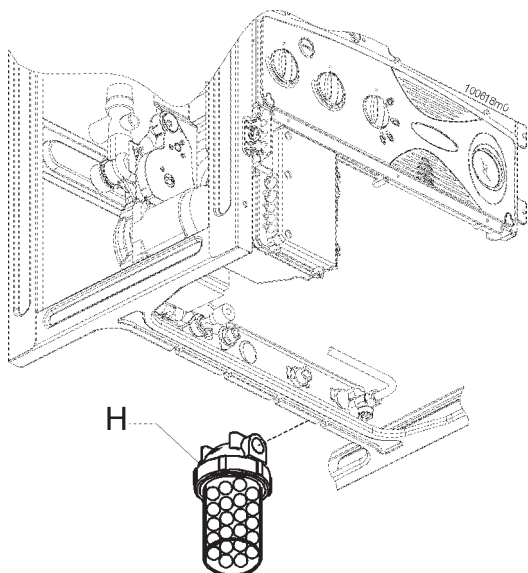

Figura 12 - Decalcificatore a polifosfati
**ATTENZIONE !!! Se la durezza dell'acqua è superiore ai 15°F consigliamo di installare un addolcitore con filtri (vedi figura 12)**
Se la caldaia è installata in una zona geografica ove l'acqua sanitaria ha una durezza superiore ai 15°F (150 mg/l) è necessario installare sull'alimentazione dell'acqua fredda (vedi figura 12 particolare H), un decalcificatore a polifosfati, onde salvaguardare l'apparecchio da un eventuale intasamento del circuito sanitario.